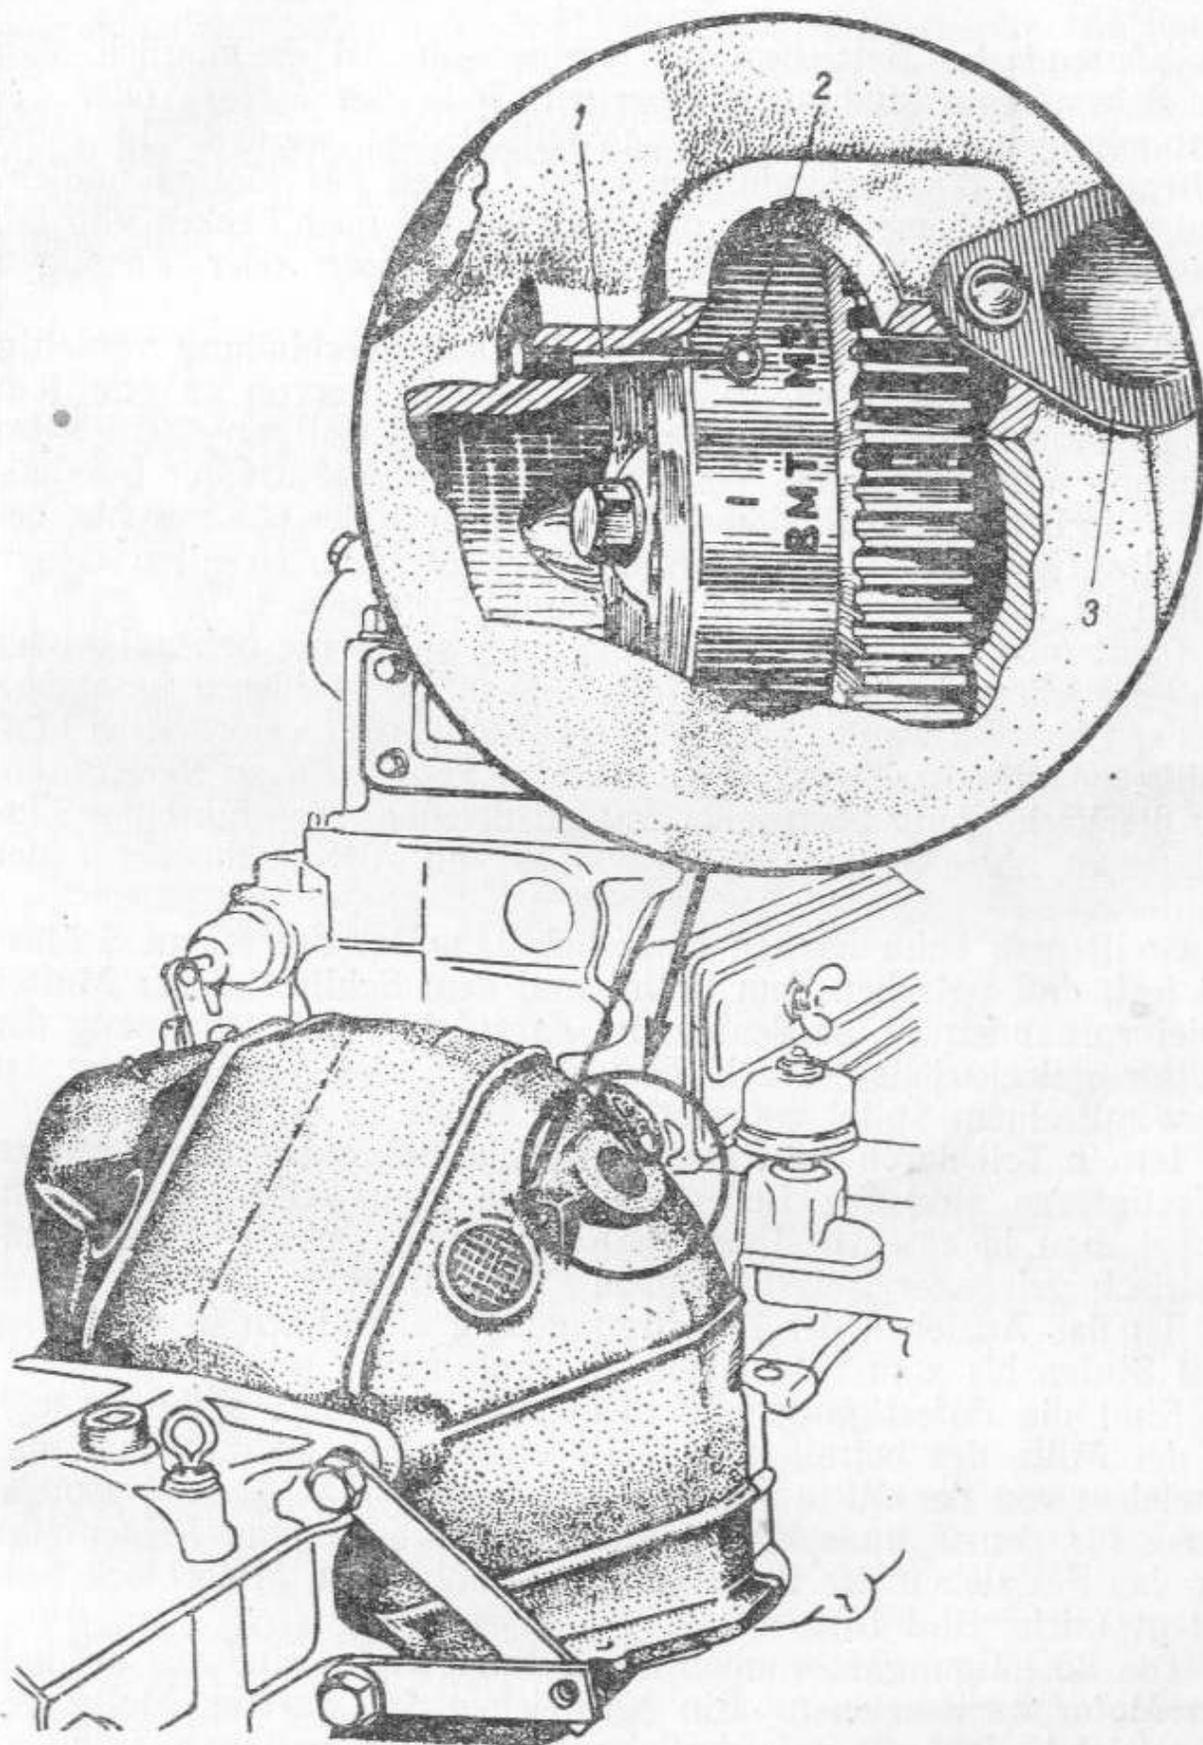

Bild 17. Schauloch am Kupplungsgehäuse und ZündEinstellmarken am Umfang des Schwungrades
2. Den Kolben des ersten Zylinders, vom Kühler aus gesehen, in den oberen Totpunkt (BMT) des Verdichtungshubes stellen, wobei beide Ventile geschlossen sind, indem man die Kurbelwelle des Motors mit der Andrehkurbel so weit dreht, bis die Kerbe am Umfang des Schwungrades mit der Bezeichnung BMT (siehe Bild 17) mit der Spitze 1 des im Schauloch des Kupplungsgehäuses befestigten Stiftes zusammenfällt.